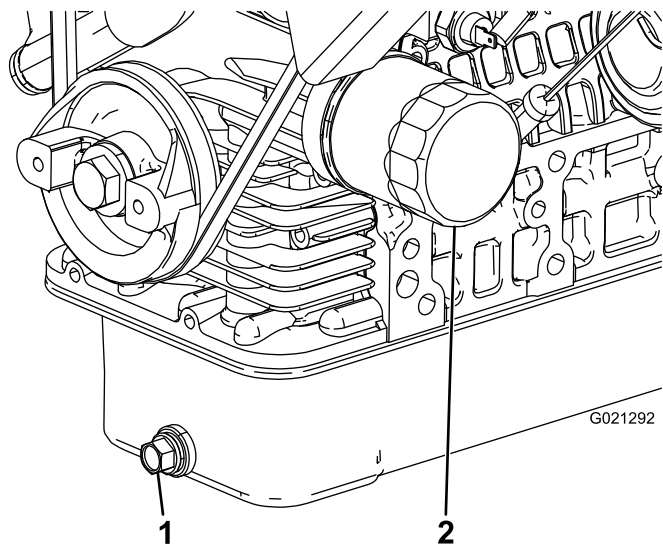

Figure 37
2. Enlevez le bouchon de vidange et laissez couler l'huile dans un bac de vidange (Figure 37).
4. Déposez le filtre à huile (Figure 37).